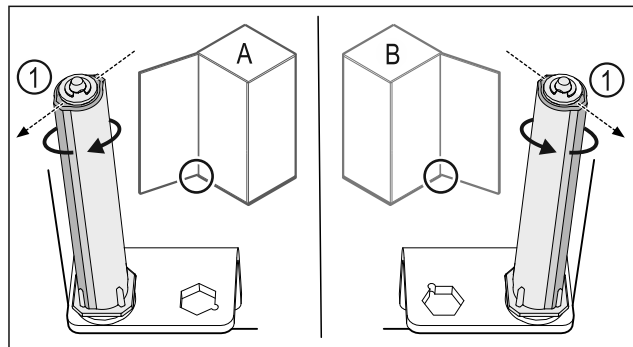

Fig. 35 Feste på venstre side (A) / feste på høyre side (B)
- ▶ Drei lukkesystemet mot motstanden til rillen på lukkesystemet Fig. 35 (1) peker utover.